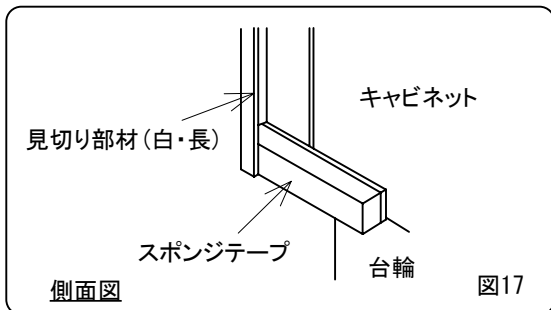

図17
- ⑤スポンジテープを図に示す位置に貼り付けてください。(図17)
**(6) キャビネットの設置**